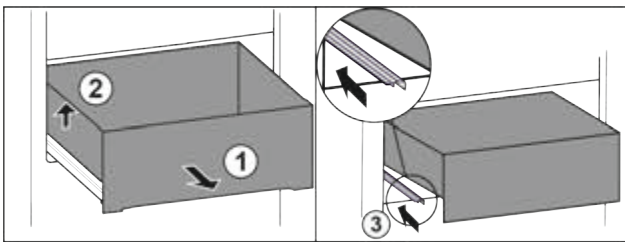

Fig. 68
- ▶ Витягнути висувний ящик до упору. Fig. 68 (1)
- ▶ Підняти висувний ящик ліворуч. Fig. 68 (2)
- ▶ Вставити ліву рейку. Fig. 68 (3)